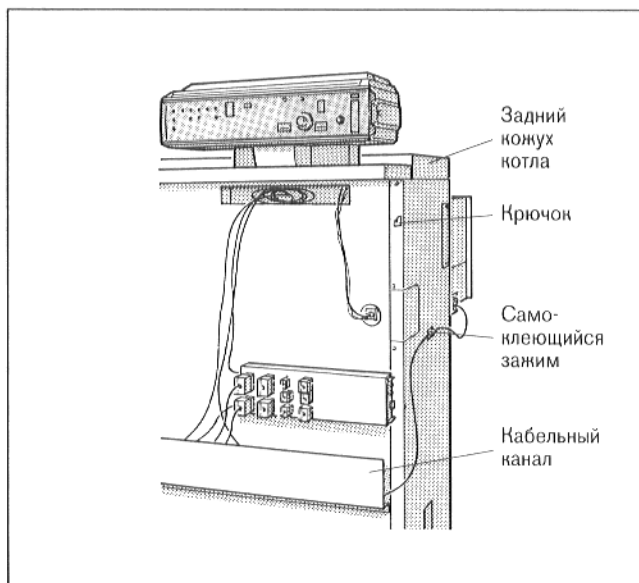

Рис. 42 – котел с задним кожухом котла
- Подвесить переднюю стенку (или передние стенки) к 4 (или 8) крючкам (см. рис. 42).